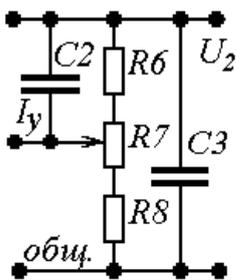

Рис.21. Вариант 1
$$\gamma_p = \frac{U_{\text{ЭИ}}}{U_{2\text{ном}}}, \text{ для рис. 21, 22.} \quad (47)$$
$$R_{\text{ДН}} \leq \frac{U_{2\text{ном}}}{50I_{Y \text{ max}}}, \text{ для рис. 21, 22.} \quad (49)$$
$$R_7 \geq 0.3R_{\text{ДН}}, \text{ для рис. 21, 22, 23, 24.} \quad (51)$$
$$R_8 = \gamma_p R_{\text{ДН}} - 0.5R_7, \text{ для рис. 21, 23, 24.} \quad (52)$$
$$R_6 = (1 - \gamma_p) R_{ДН} - 0.5R_7, \text{ для рис. 21, 23, 24.} \quad (53)$$
$$\gamma = \frac{R_8 + 0.5R_7}{R_6 + R_7 + R_8}, \text{ для рис. 21, 23, 24.} \quad (56)$$
$$0.9 \leq \frac{\gamma}{\gamma_p} \leq 1.1, \text{ для рис. 21, 22, 23, 24.} \quad (58)$$
$$I_{ДН} = \frac{U_{2ном}}{R_6 + R_7 + R_8}, \text{ для рис. 21, 22.} \quad (59)$$